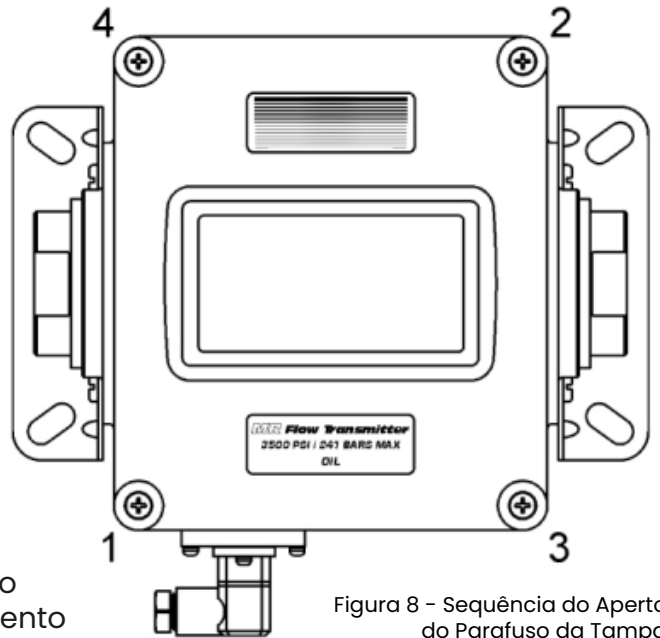

Figura 8 - Sequência do Aperto do Parafuso da Tampa
**NOTA:** A placa de exposição do Transmissor de Fluxo MR pode ser girada em 180° para melhor visualização. Basta retirar a tampa do Transmissor de Fluxo MR, desconectar o cabo de fita, girar a placa de exposição de 180°, reconectar o cabo de fita e reinstalar a tampa. Ver Figura 8 na página 8 para sequência de aperto do parafuso da tampa.
É necessário remover a tampa do Transmissor MR para ter acesso as teclas de programação. Use uma chave de fenda Phillips para remover os quatro parafusos que seguram a tampa no lugar, girando-os no sentido anti-horário. Quando a programação estiver concluída, reinstale a tampa. Para assentar corretamente a junta da tampa, aperte os parafusos no sentido horário em um teste padrão cruzado, conforme apresentado na Figura 8.